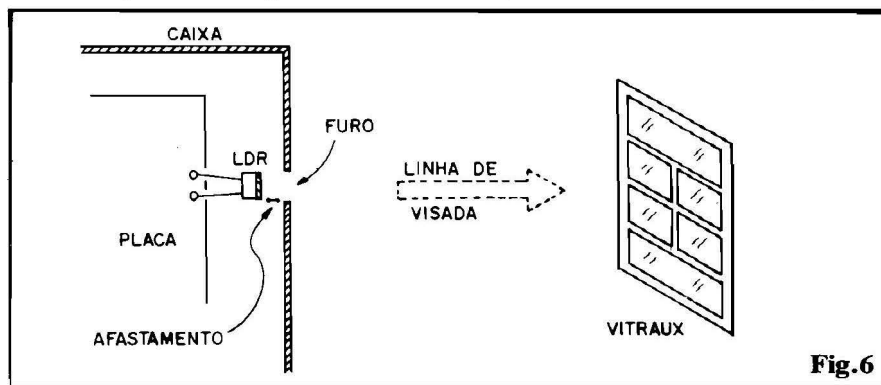

Fig. 6
- FIG. 6 - DETALHES DO POSICIONAMENTO DO LDR - O "olho" do circuito, através do qual ele "sabe" se é dia ou é noite, deve ficar além de "desimpedido", ligeiramente "embutido", com o pequeno afastamento sugerido favorecendo uma certa direcionalidade no sensoramento, com o que o LDR ignorará outras
LDR "semi-embutido", conforme fig. 6) pode ficar na parte frontal ou mesmo numa das laterais, dependendo da posição pré-escolhida para fixação da caixa (em função de "onde" exista, também, uma janela próxima, nas condições indicadas na fig. 6). Ainda na fig. 7 vemos o diagrama geral de instalação, de "casamento" do PORTAU com a fiação C.A. já existente (todas as linhas tracejadas referem-se à cabagem/instalação normal do local, que não precisará ser "mexida"...). Os acessos "C-C" vão a ambos os terminais da cigarra da campainha (os fios que lá estavam devem **continuar** ligados, para que a cigarra possa normalmente tocar quando o botão da campainha for acionado...). Os acessos "I-I" vão aos terminais do interruptor que normalmente aciona a(s) lâmpada(s) da entrada da casa... Também aqui, os fios que já estavam ligados ao tal interruptor, devem lá permanecer, de modo que a iluminação possa também ser acionada "manualmente", sem a intervenção do PORTAU, quando isso for **desejado**... Finalmente, o "rabicho" vai ligado a uma tomada C.A. próxima... Observe que o local exato de fixação da caixa do PORTAU deve ser escolhido a partir de algumas condições elementares, e de um pouco de bom senso: deve haver uma janela em "linha de visada" (para a informação luminosa ao